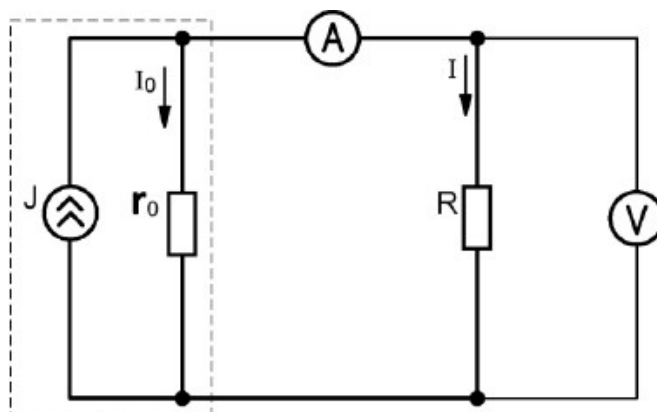

Рисунок 1.7 – Схема замещения неидеального источника тока
Реальный источник тока замещается эквивалентной схемой (рисунок 1.7), состоящей из идеального источника (J) и параллельно включенного резистора с очень высоким сопротивлением r_0 .